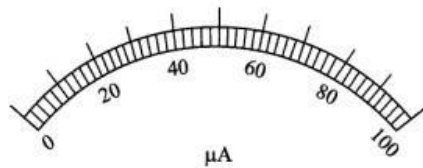

图 16-6 微安计表盘刻度
3. 标定温度计表盘刻度。开关置于 3 挡，每隔  $5^{\circ}\text{C}$  从热敏电阻的电阻-温度特性曲线上读出温度  $20^{\circ}\text{C}\sim 70^{\circ}\text{C}$  间一系列电阻值。电阻箱逐次选择前面所取的电阻值，读出微安计的电流读数  $I$ 。将图 16-6 的微安计表盘刻度改成温度的刻度。作出相应的 I-T 曲线。